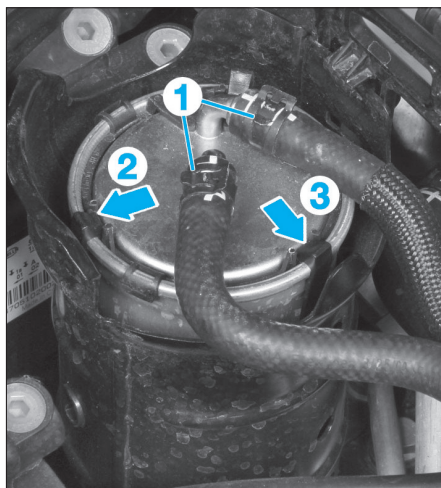

FIG. 85
- Déposer les colliers de serrage (1) (Fig.85).